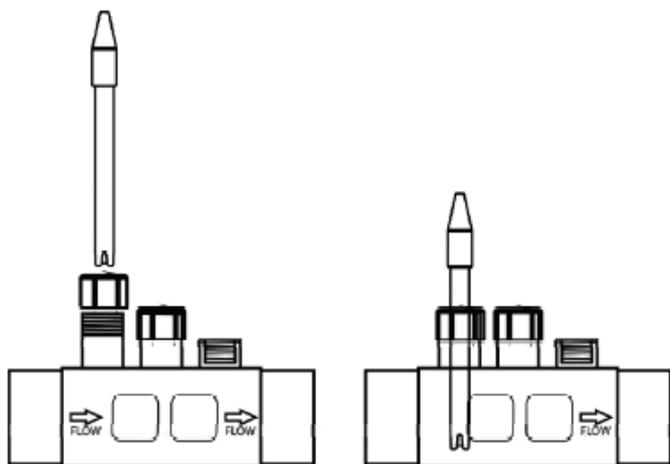

Рис. 12
1. Установите электроды pH/ORP в предназначенные для них места в ячейке (Рис.12)